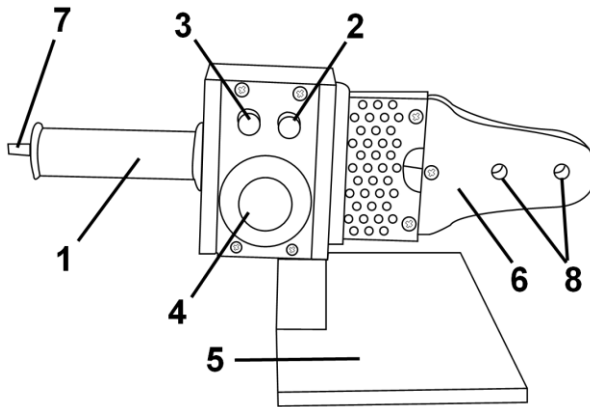

Рисунок 1
2.2.1 Виріб складається з наступних основних частин: нагрівального елемента (6), в який встановлюються циліндричні змінні насадки з тефлоновим покриттям для розігріву стикових поверхонь труб різноманітних діаметрів перед зварюванням; корпусного блоку управління з рукояткою (1), двома світловими індикаторами нагріву (2) і контролю температури (3), терморегулятором/вимикачем (4) та фіксатором для під'єднання опори; опора для встановлення та утримування виробу під час розігріву – згідно рис. 1. Виріб комплектується